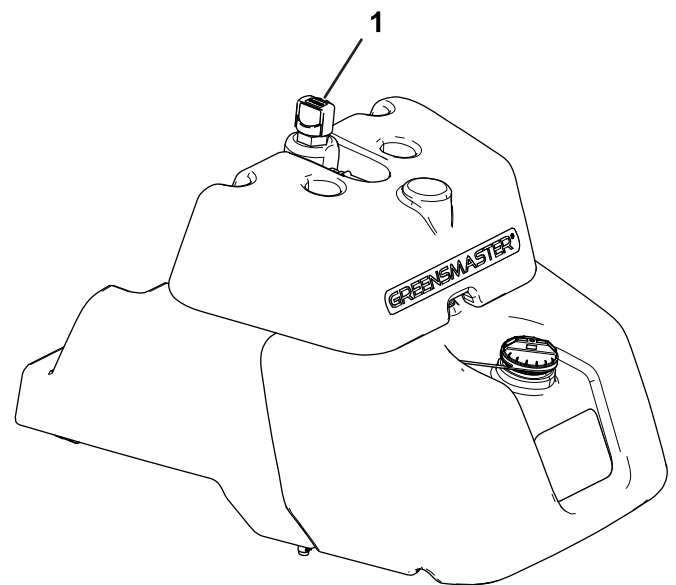

Figure 46
2. Trouvez la jauge sur le haut du réservoir hydraulique principal (Figure 46) et passez à l'opération 3.